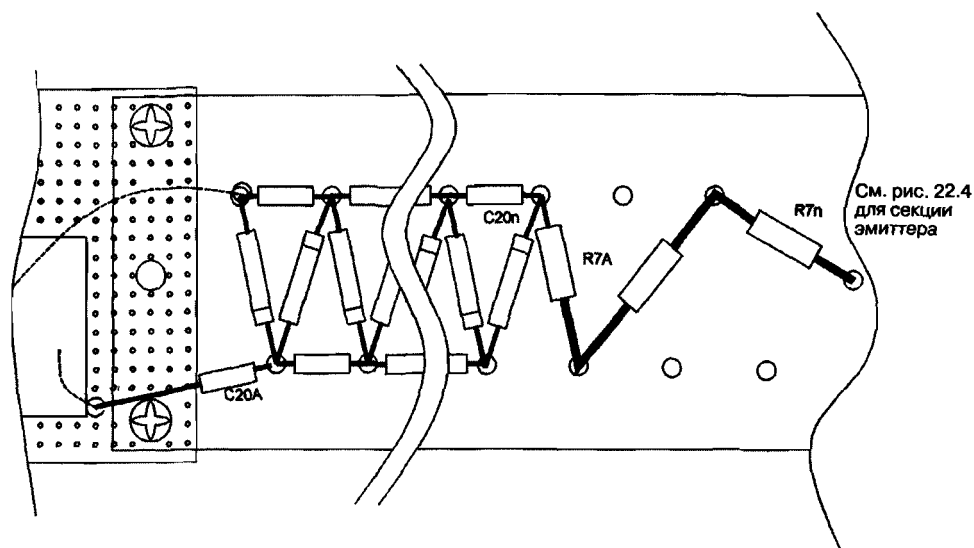

Рис. 22.8. Увеличенный вид секции высокого напряжения сборочной платы
3. Изготовьте скобу BRK1 из алюминиевой полосы 1,27×0,09 см длиной 25,4 см, и придайте ей нужную форму (см. рис. 22.8). Просверлите отверстия для винтов SCRW1.